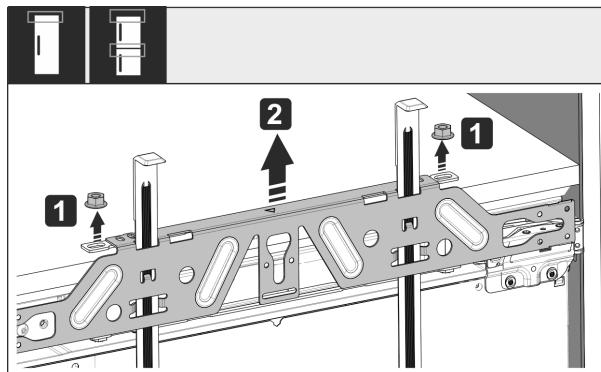

Fig. 58
- Разхлабете контрагайките Fig. 58 (1).
- Свалете гредата за закрепване Fig. 58 (2).